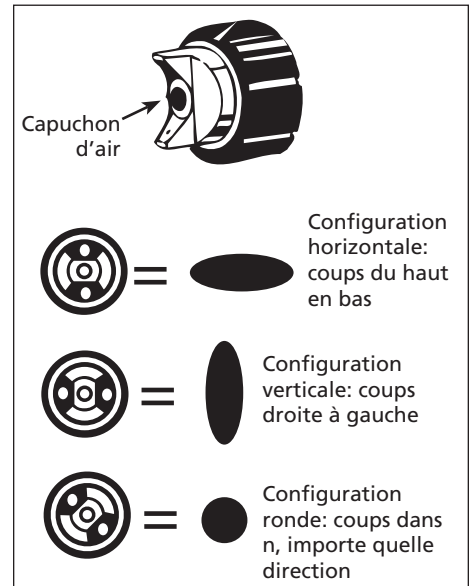

Figure 9 - Régler la config. de pulvérisation
4. Pour régler le débit, tourner le capuchon d'air à la position de débit désirée (Voir Figure 9).